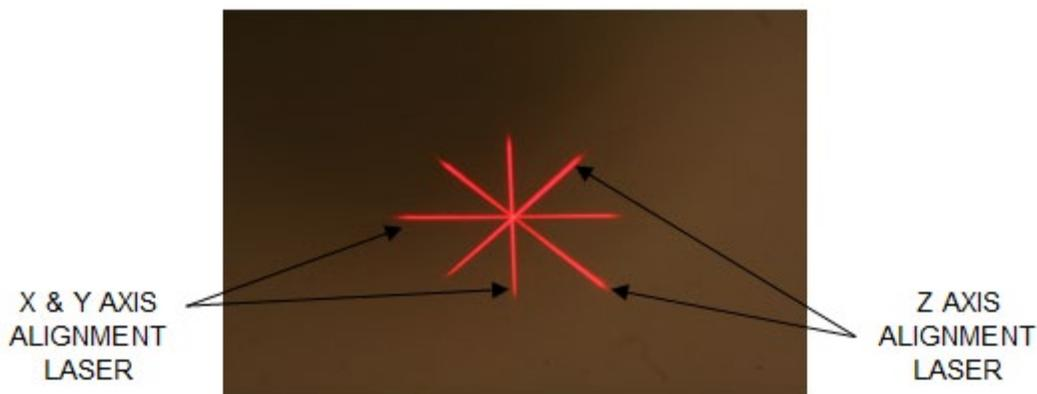

Abbildung 3-24. Ausrichtung roter Fadenkreuze - X- & Y-Achse sowie Z-Achse
- KXL verfügt über zwei Ausrichtungslaser wie in Abbildung 3-24.